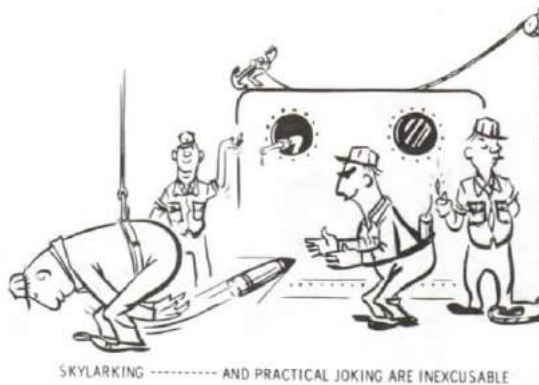

Figure 7-6
- f. DO NOT when doing a job, skylark, or play practical jokes, these will lead to inattention on the part of the others and may well cause accidents. See Figure 7-6.
- f. NE JAMAIS s’amuser au travail et NE JAMAIS y jouer de mauvais tours. Ce genre de plaisanterie attire l’attention et cause des accidents (voir la figure 7-6).